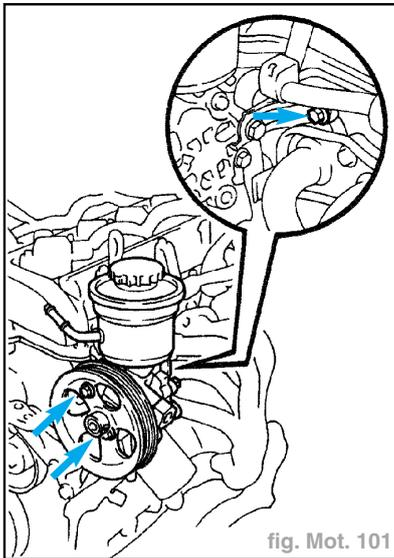

fig. Mot. 101
- Reposer la pompe de direction assistée avec les 3 boulons (fig. Mot. 101).